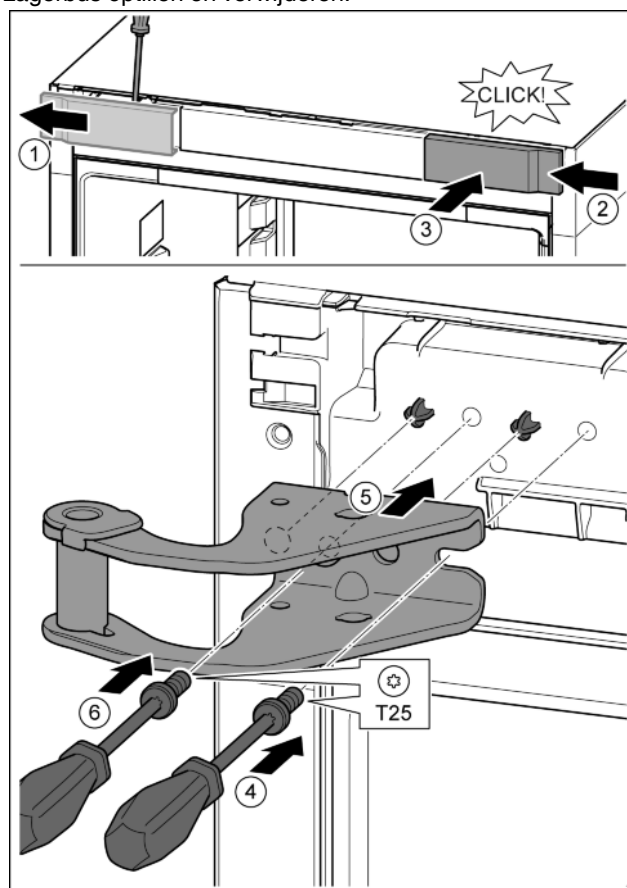

Fig. 9
- ▶ Afdekking met behulp van een schroevendraaier losmaken en zijdelings eraf halen. Fig. 9 (1)
- ▶ Afdekking 180° gedraaid op de andere kant van rechts aanbrengen. Fig. 9 (2)
- ▶ Afdekking vastklikken. Fig. 9 (3)
- ▶ Schroef met schroevendraaier T25 aandraaien. Fig. 9 (4)
- ▶ Bovenste lagerbus plaatsen. Fig. 9 (5)
- ▶ Schroef vastdraaien. Fig. 9 (4)
- ▶ Schroef met schroevendraaier T25 aanbrengen en vastdraaien. Fig. 9 (6)